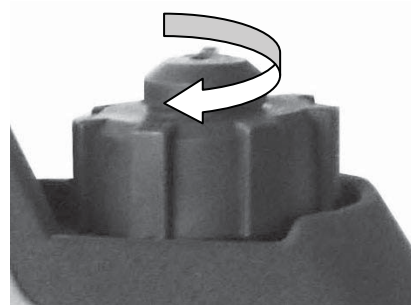

Рис.14
3. Откройте топливный кран. Для этого рычаг крана поверните по часовой стрелке (Рис.14)